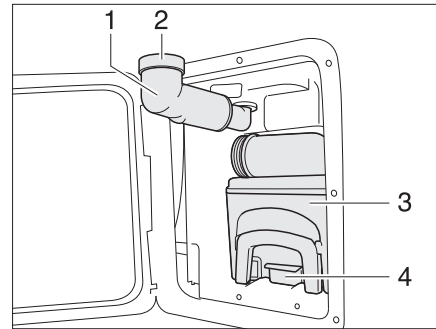

Fig. 148 Cassette Thetford
- Faire pivoter le bec de remplissage d'eau fraîche (Fig. 148,1) vers l'extérieur.
- Retirer le bouchon à vis (Fig. 148,2).